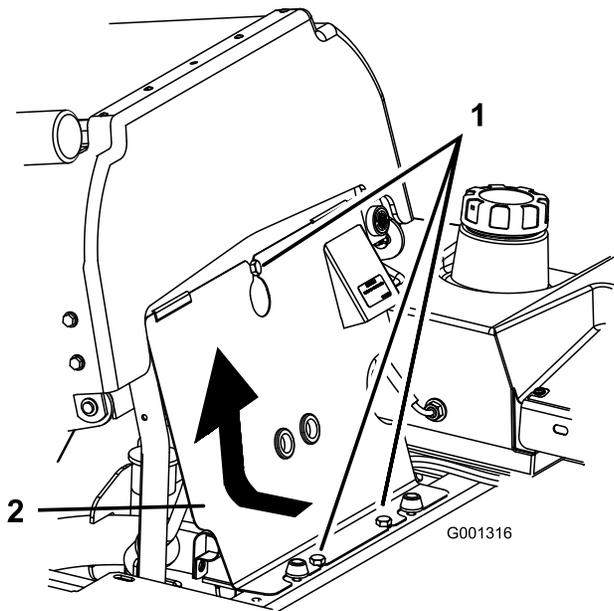

Figure 58
3. Basculez le siège en avant, desserrez les boulons et déposez le panneau avant du moteur (Figure 58).